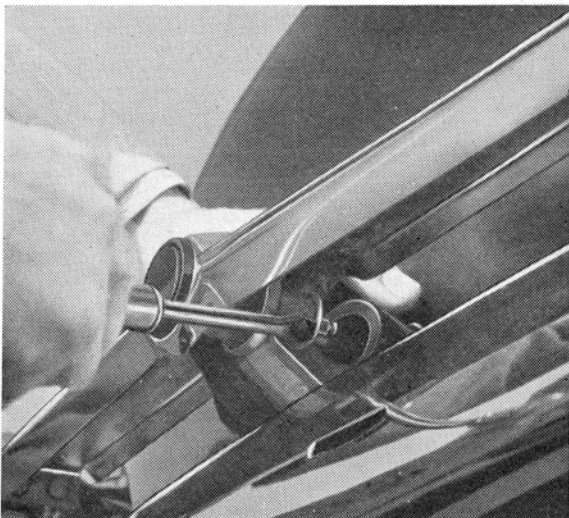

Bild 19.
1. Skjut insats med glödlampa framåt med hjälp av skruvmejsel, bild 19, efter att ha krängt av gummikåpan.